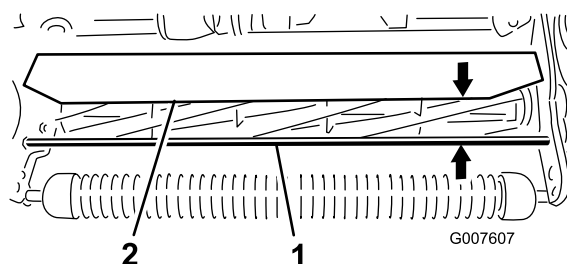

図 51
1. 前サポートロッドの上面からシールドの前リップまでの距離をカッティングユニットの両端で測定する (図 51)。